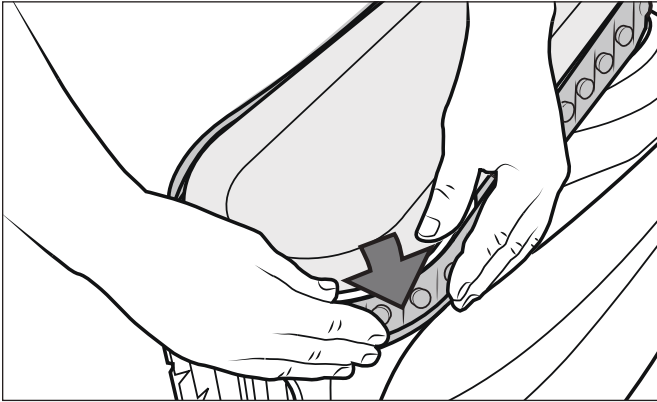

Figure 28. Commencer d'un côté de la chenille
4. Pousser un côté de la chenille sur la roue et placer la nervure de la chenille dans la rainure de la roue (Figure 28).